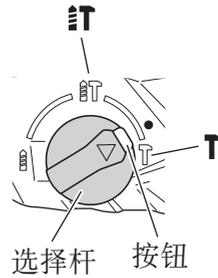

图 12
- (1) 安装尖钻或冷镗。
- (2) 按压按钮，将选择杆转至“**IT**”标记和“**T**”标记的中间。(图 12)